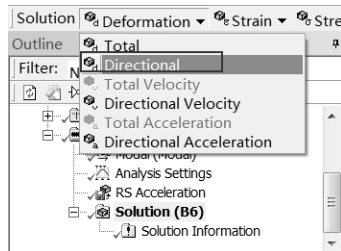

图 8-48 添加变形选项
Step2：选择 Solution 工具栏中的 Deformation（变形） Directional 命令，如图 8-48 所示，此时在分析树中会出现 Directional Deformation 选项。